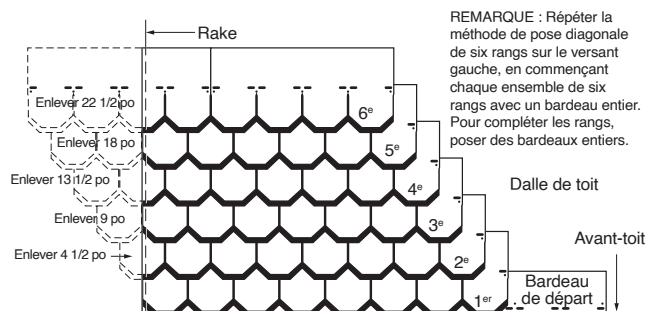

Figure 17-15 : Quatre et demi en décalés, six vers le haut (Carriage House).
2. Localisez les fixations de la bande de départ à environ 1 1/2 po du bord inférieur, de manière à ce qu'elles soient centrées sous les languettes de la première rangée. Continuez avec des longueurs complètes de 10 po par 36 po le long des avant-toits (Figure 17-15).